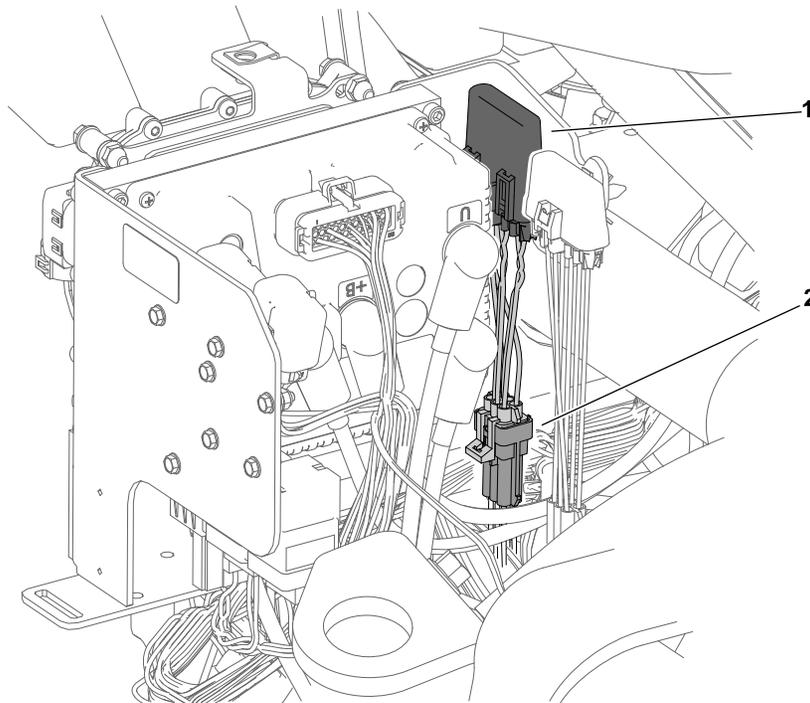

Bild 45
- Entfernen Sie das CAN-Bus-Isolatormodul vom Kabelbaumsteckverbinder mit der Bezeichnung P50 (Bild 45) und entfernen Sie das Isolatormodul aus der Maschine.